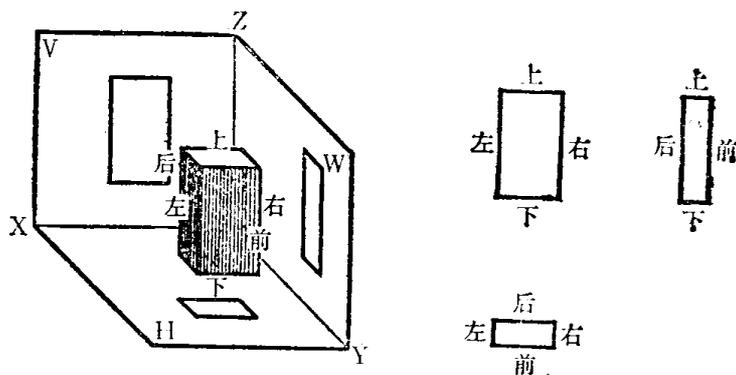

图 1-2 视图和物体的方位对应关系
(2) 视图：视图就是正对着物体从不同方向看而画出来的投影图样，视图和物体方位的对应关系如图1-2所示。